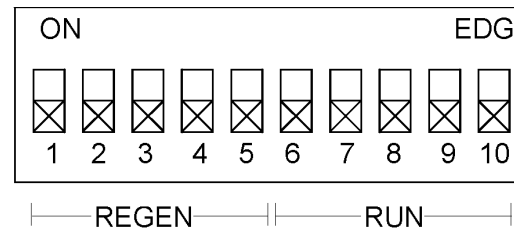

fig. 2
- Alle Schalter auf die "OFF"-Position bringen (fig.2)